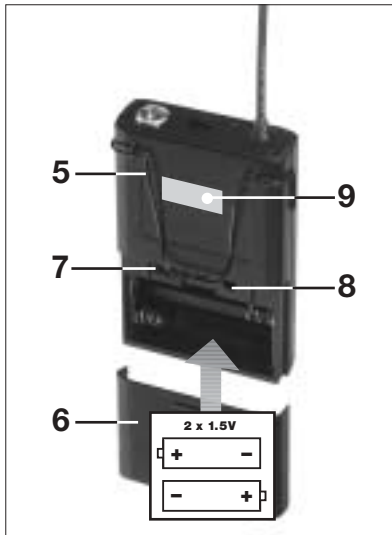

Abb. 2: Rückseite
- ## 2.6 Bedienelemente an der Rückseite (s. Abb. 2, S. 4)